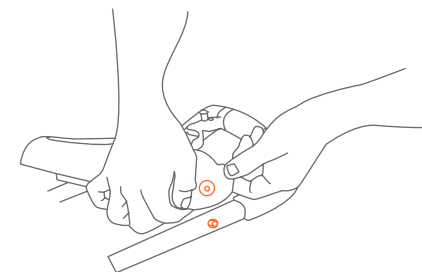

Fig. 7
- 7) • Para colocar la bandeja para padres, alinee los accesorios de los extremos de la bandeja para padres con los accesorios de las partes externas del manubrio. Enganche el agujero en la bandeja para padres. Tire hacia fuera en el extremo opuesto mientras empuja hacia abajo la bandeja hasta que se trabe en el manubrio del carrito. Por favor, tenga la precaución de no pellizcarse los dedos al instalar la bandeja para padres (Fig. 7).